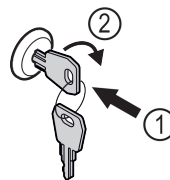

Fig. 172
- ▶ Sæt nøglen i Fig. 172 (1).
- ▶ Drej nøglen 90° med uret Fig. 172 (2).